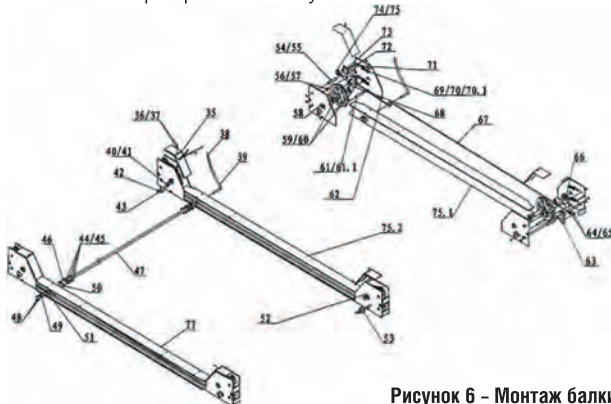

Рисунок 6 - Монтаж балки
2. Установите поперечные балки в пазы предохранительного фиксатора на уровне четвертого-пятого паза. Монтаж балок на (рис.6). Для данной операции используйте подъемное оборудование или выполняйте её вдвоём, держа за разные концы балок.